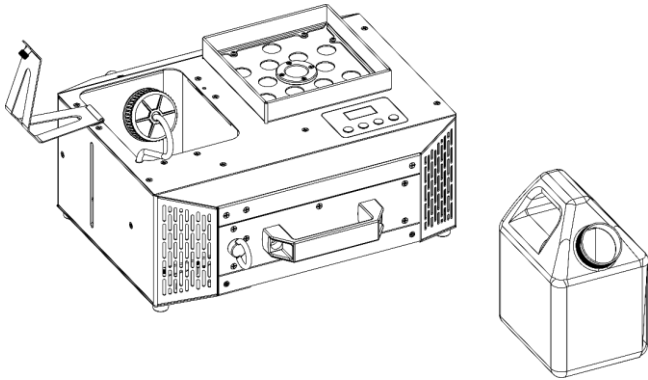

Fig. 32
- 06) Coloque el **depósito de líquido (02)** en una superficie plana cerca del dispositivo, como se muestra en la fig. 32.